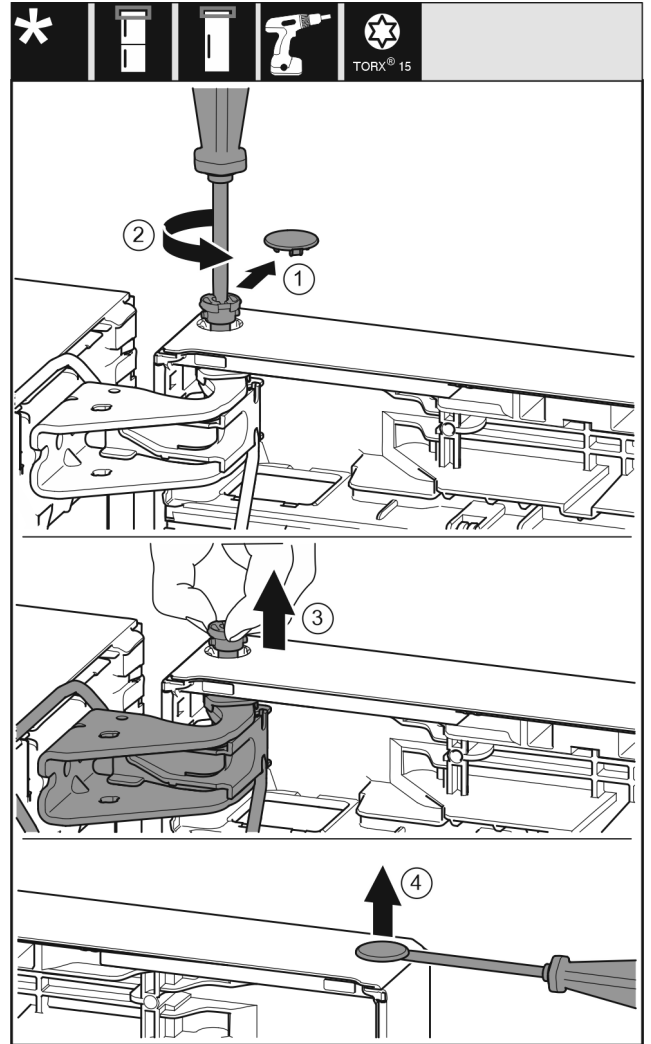

Fig. 10
- ▶ Enlever délicatement le cache de sécurité. Fig. 10 (1)
- ▶ Dévisser légèrement le boulon avec un tournevis T15. Fig. 10 (2)
- ▶ Tenir fermement la porte et sortir le boulon avec les doigts. Fig. 10 (3)
- ▶ Soulever délicatement le bouchon en dehors de la douille de palier de porte avec un tournevis plat et le sortir. Fig. 10 (4)